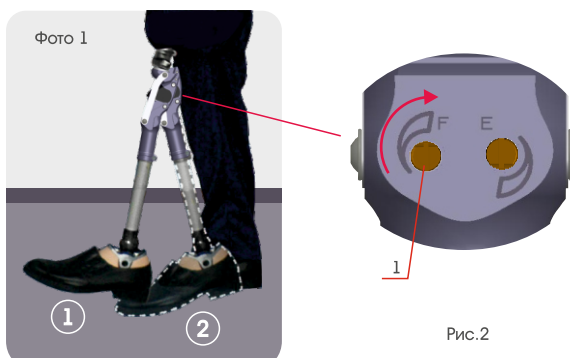

Рис.2
- облегчить сгибание голени, поворачивая регулировочный дроссель 1 по часовой стрелке (рис.2).